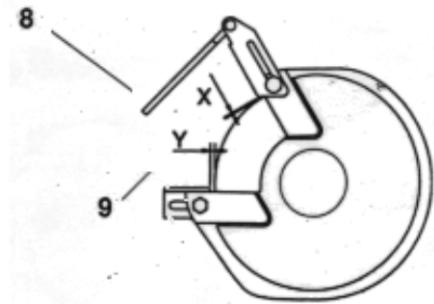

fig. 1
- * **La máquina nunca se debe utilizar sin los dispositivos de protección adecuados**, que deben estar siempre colocados a las distancias indicadas. Dicha distancias se debe mantener siempre al gastarse la muela, por esto se debe ajustar la posición del soporte de la pantalla de protección y del soporte (fig. 1) para mantenerlas siempre a la distancia mínima requerida:
- distancia (X) entre el soporte de la pantalla de protección y la muela = máx. 5 mm.
- distancia (Y) entre los soportes de apoyo y el cuerpo de la muela = máx. 2 mm.